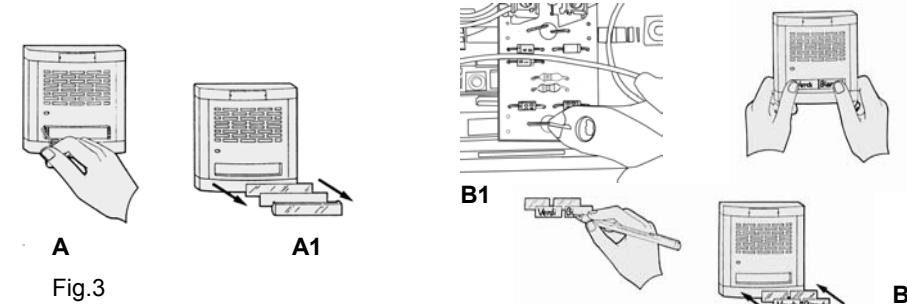

Fig.3
I posti esterni B-fast sono forniti con il tasto di chiamata configurato in versione BIFAMILIARE (fig. 3 B pag.14). Per modificare questa impostazione e rendere il gruppo monoutente (fig. 3 A pag.14) procedere nel modo seguente:
Per il corretto funzionamento del sistema ricordarsi di configurare la funzione dei moduli tasti (operare sui ponticelli) e quindi collegarli al modulo espansione nel modo in cui sono stati configurati Vedi TRASFORMAZIONE TASTO DA SEMPLICE A DOPPIO (fig. 3 B – B1)
I moduli pulsanti vengono forniti con i tasti in configurazione monoutente (**fig. 3 A pag.14**) con cartellino unico. La pressione del tasto sia dalla parte destra che da quella sinistra genererà la chiamata sia sul morsetto P1 che sul morsetto P2. In questa configurazione va ricordato che gli utenti collegabili sono esclusivamente uno per tasto, e che il cablaggio del filo di chiamata dovrà necessariamente essere eseguito sui morsetti DISPARI (P1 P3 P5 P7).
Per configurare il tasto da singolo a doppio utente (**fig. 3 B pag.14**), bisogna effettuare le due attività seguenti. Per quanto riguarda la parte elettrica basterà tagliare il o i ponticelli J1–J4 presenti sul circuito e collegare tutti i fili dei pulsanti (P1,P2,P3.....). Per effettuare questa operazione è sufficiente una forbice da elettricista.
Per la trasformazione del tasto da singolo a doppio, operare nel modo indicato nelle figure (fig.3 A –B pag.14).
2.12 Montare i cartellini porta nome sul tasto (fig. 3 – A e B pag.14).